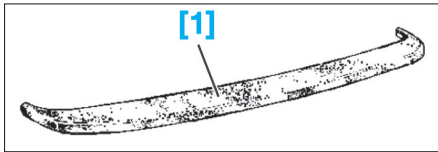

FIG. 1
- [1]. Protection de planche de bord (Car. 1482) (Fig.1).